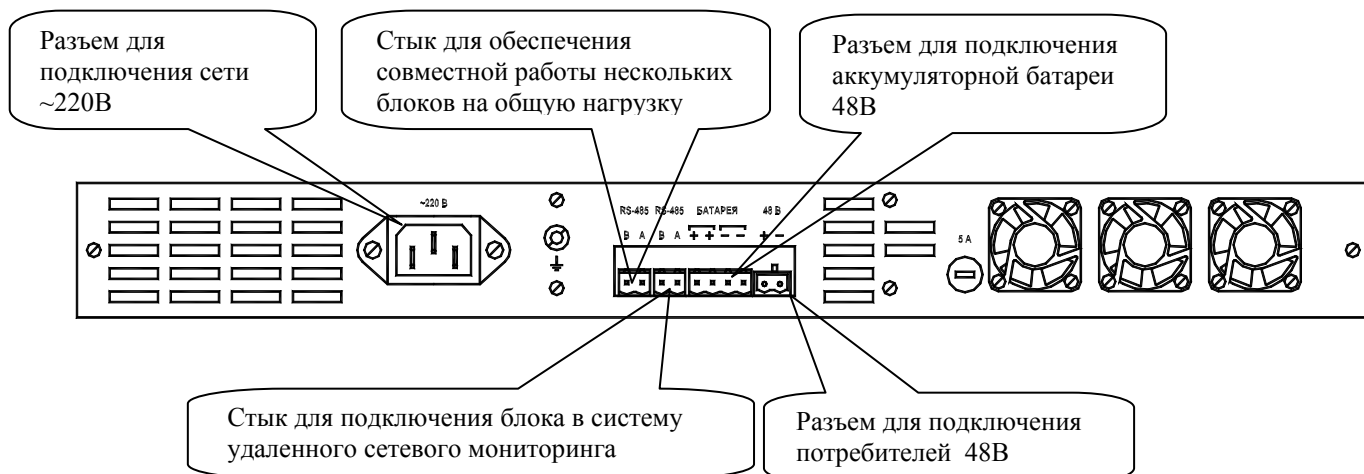

Рис. 2 Задняя панель блока БП-03.
4.2. Внешний вид задней панели блока приведен на Рис. 2.